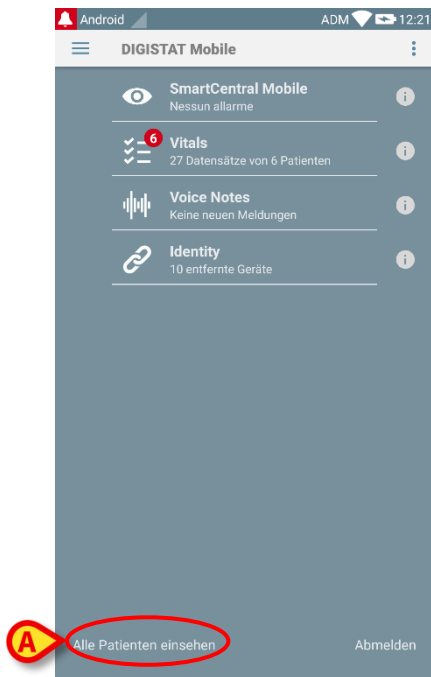

Abb. 22
- Berühren Sie die Angabe “Modus” in der unten links auf dem Bildschirm (Abb. 22 **A** - diese Anzeige gibt den derzeitigen Modus der Anwendung an, d.h. entweder “Alle Patienten” oder “Meine Patienten” oder “Ein Patient”, siehe Abschnitt 5.8 für eine nähere Erläuterung).